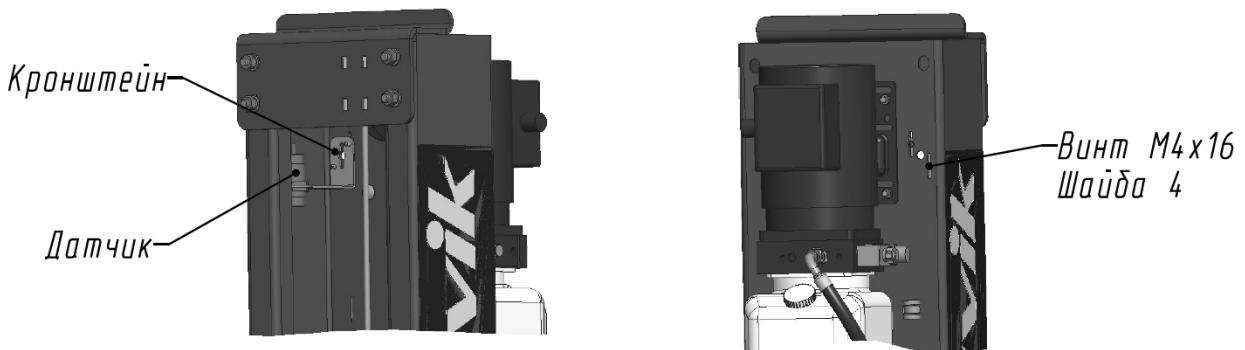

Рисунок 6.5 - Установка датчика верхнего положения картеки
6.11 Установка и настройка систем автоматического отключения привода насосной станции.(см. Рисунок 6.5)
6.11.1 Система автоматического отключения привода насосной станции срабатывает при достижении каретки крайнего верхнего положения (~ 1750 мм от основания стойки). Датчик верхнего положения кареток с кронштейном снимается при упаковке и поэтому его следует заново установить на верху правой стойки. Винты M4x16 (см. Рисунок 6.5) необходимо располагать в пазах стойки в среднем положении.